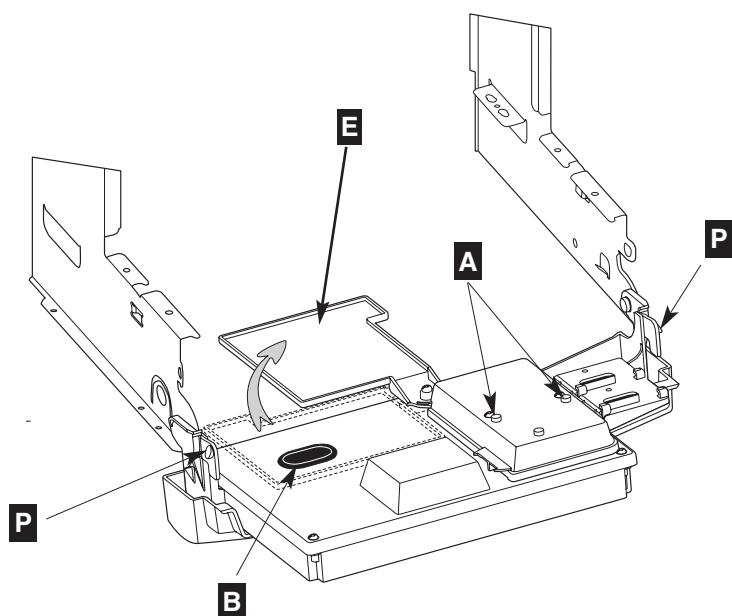
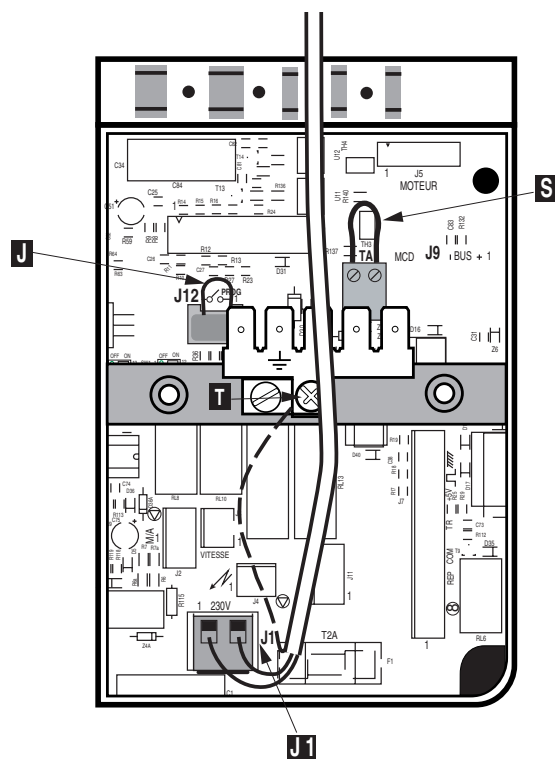

Fig. 11
Fig. 12
- dévisser les deux vis **A** (fig.11) de fixation du capot de protection, ôter le capot.
A sa sortie d'usine, la chaudière est réglée pour fonctionner sans thermostat d'ambiance, un shunt **S** est placé sur le connecteur **J9** (fig.12).
Pour ces réglages, intervenir à l'arrière du boîtier électronique (en l'ayant fait pivoter pour l'abaisser). Faire basculer le porte notice **E** vers le bas (fig. 12), les réglages se trouvent derrière le bouchon en caoutchouc **B** (fig. 11). Mettre la chaudière hors tension.
Le connecteur **J12** représenté (fig. 12) muni d'un shunt, est prévu pour raccorder un programmeur optionnel (voir la notice correspondante s'il y a lieu).